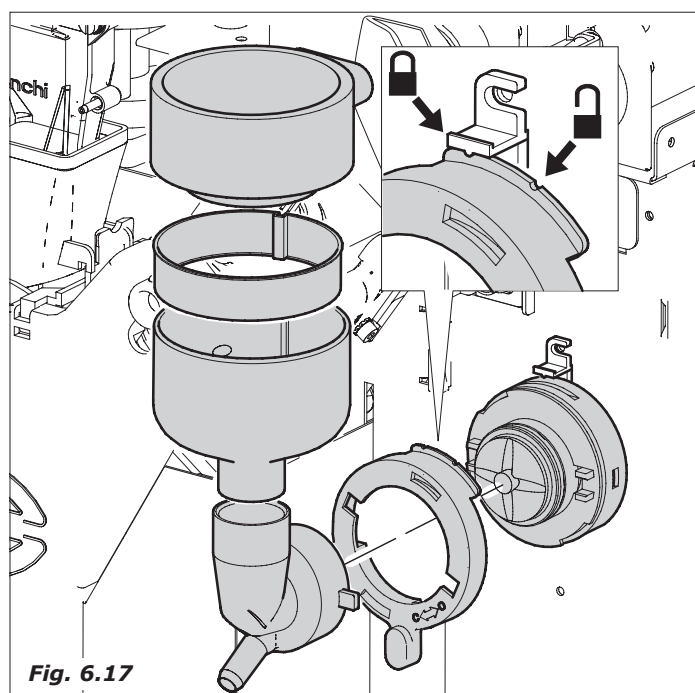
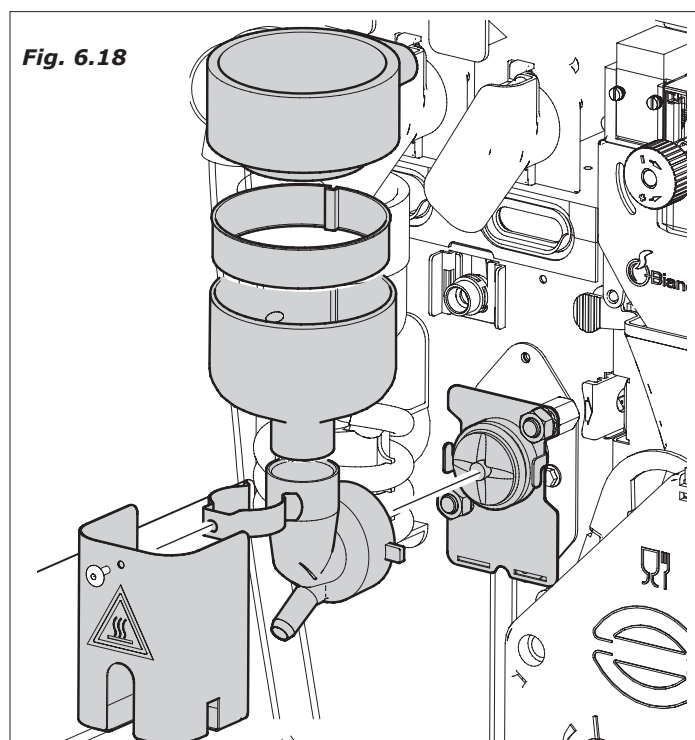

Fig. 6.17
Fig. 6.18
- tirar todas as guias pó, funis água, camaras e pás de mistura-gem, tubos de silicone e por também todos estes particulares na solução preparada (Fig.6.17-Fig.6.18)